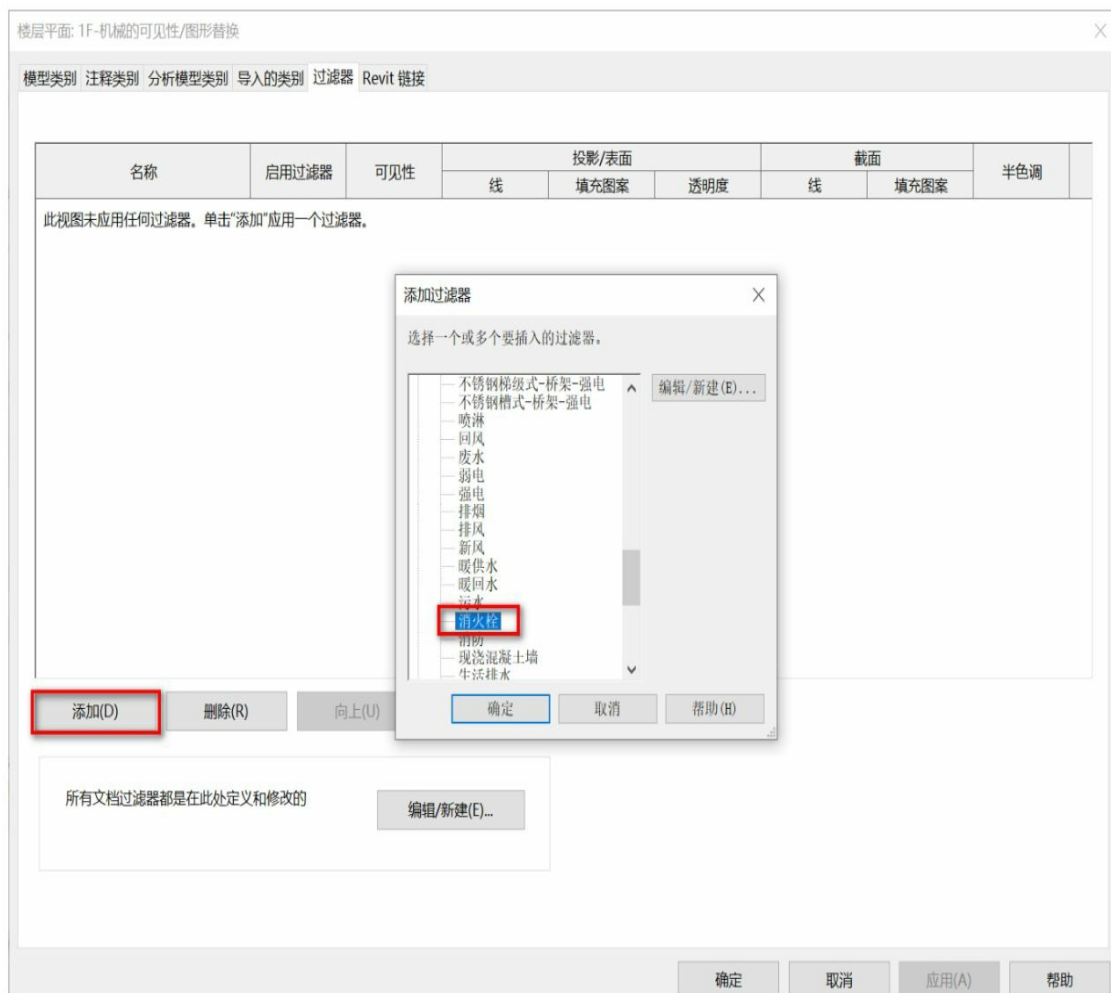

图3-99
(4) 单击“确定”按钮，返回到“可见性/图形替换”对话框，单击“添加”按钮，添加“消防栓”过滤器，如图3-99所示。